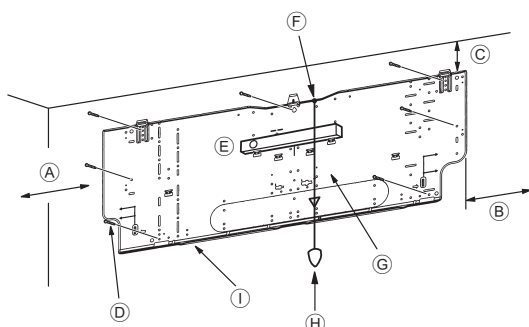
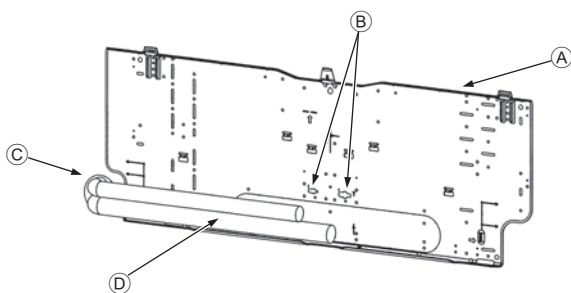

Рис. 3-4
Рис. 3-5
■ PKFY-P-VKM-E (Рис. 3-4)
- ⓓ Крепежные винты (4 × 25) ②
- Ⓢ Монтажная плита ①
3.3. Встраивание труб в стены (Рис. 3-5)
- ▲ Монтажная плита ①